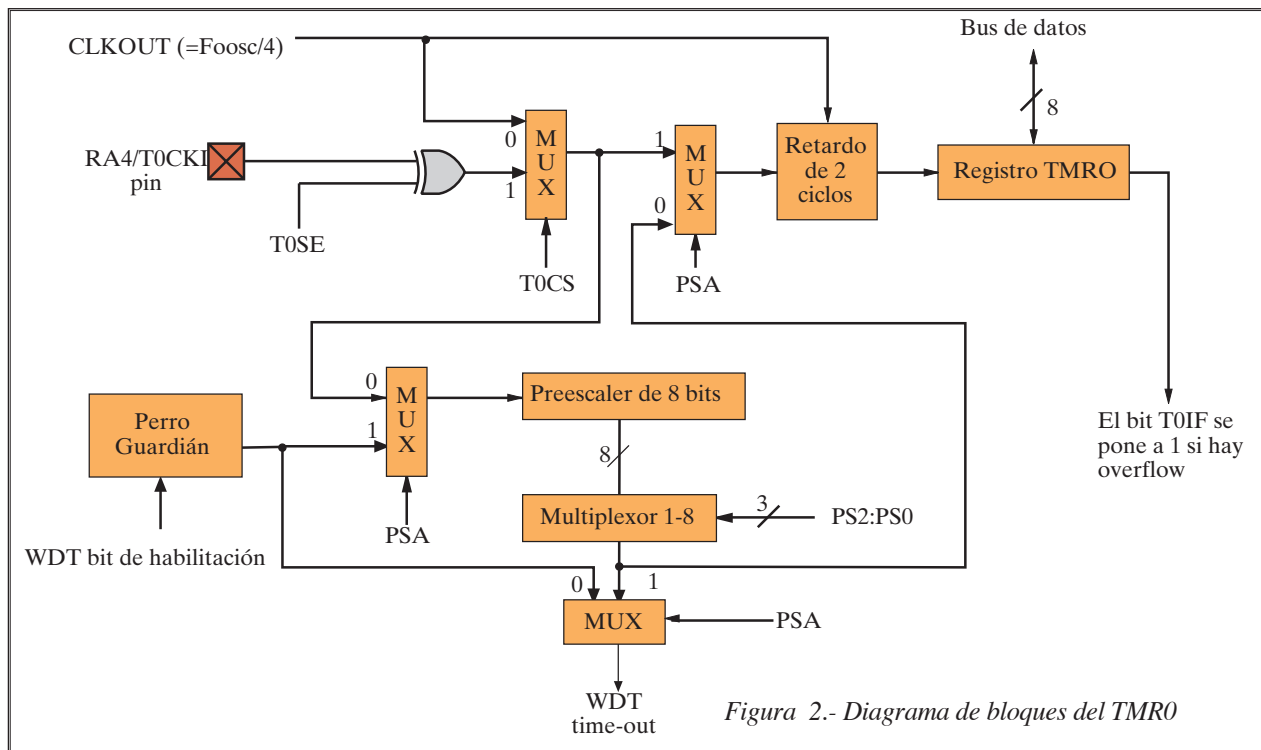

Figura 2.- Diagrama de bloques del TMR0
1. El preescaler es compartido con el WDT (En la Figura 2 se puede ver un diagrama de bloques detallado)
puede asignarse indistintamente al módulo de TIMER0 y el al WDT. La asignación del preescaler al Timer0 hace que no haya ningún preescaler para el WDT, y viceversa. Este preescaler no se puede leer ni escribir (ver la Figura 2).